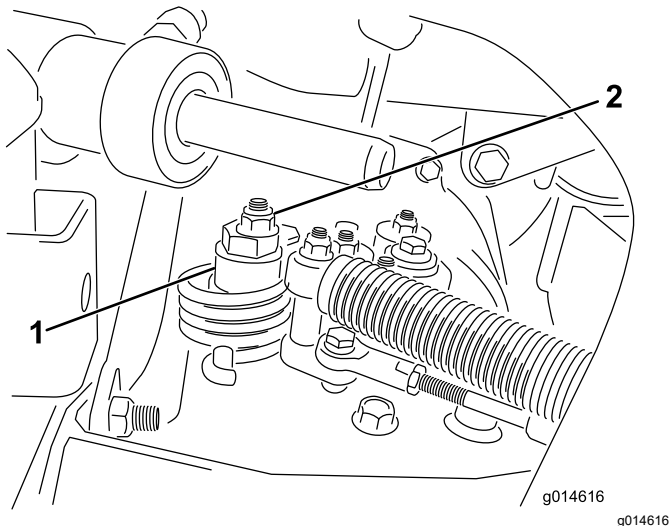

Bild 38
- A. Lösen Sie die Mutter, mit der der Exzenter oben am Hydrostat befestigt ist (Bild 38).
- C. Drehen Sie den Exzenter, bis kein Kriechen in jeder Richtung auftritt. Ziehen Sie die Schraube fest, wenn sich das Rad nicht mehr dreht, um den Exzenter und die Einstellung zu arretieren (Bild 38). Überprüfen Sie die Einstellung, wenn die Gasbedienung in der LANGSAM- und SCHNELL-Stellung ist.